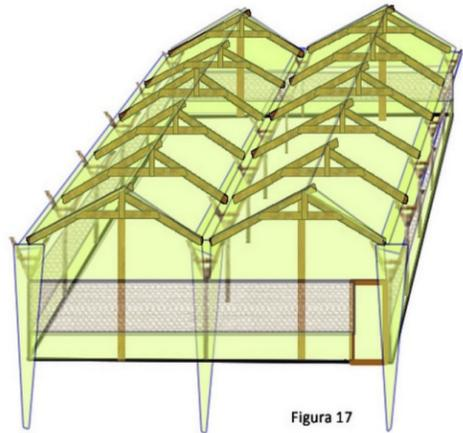

Figura 17
1.6.16 Elaboración de canales: Los canales nos ayudaran a evacuar el agua de lluvia. Cortar un pedazo de nylon de 1 metro de ancho y por el largo del invernadero. Antes de colocar el nylon, se debe colocar dos filas de alambre galvanizado y engrapar el nylon cortado en este alambre. El ancho final del canal es de 80 a 90 centímetros. Ver figura 17.